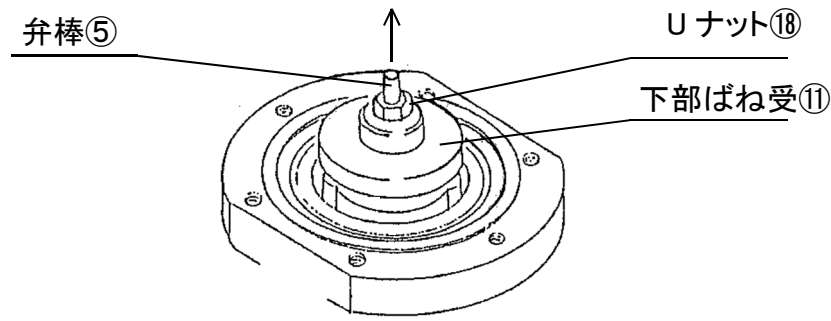
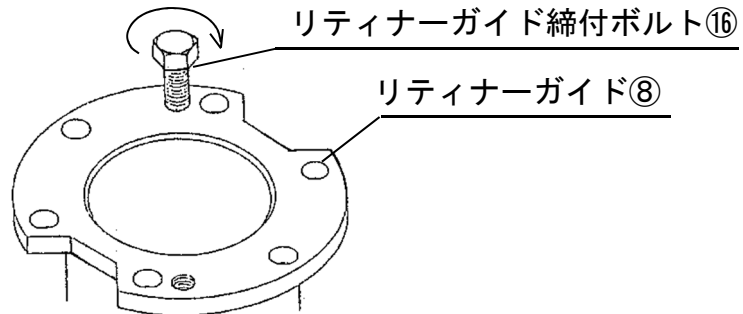

図 13
図 14
- (1) 配管内の圧力を十分に抜き、圧力計で0を確認します。
- (2) ロックナット⑭を少し緩め、調節ねじ⑬を左回転させ、調節ばね⑫を無荷重にします。
- (3) 保護筒②の六角ボルト⑰を取り、保護筒を外し、調節ばね・上部ばね受⑩を取り出します。
- (4) ダイヤフラム⑨は、弁棒⑤の二面巾部分を固定し、Uナット⑱を緩めて取り出します。
- (5) リティナーガイド締付ボルト⑯を緩めて、リティナーガイド⑧を上引き上げますと、一緒にリティナー⑥も取り出せます。リティナーガイドが外しにくい時は、図13・図14の方法にて行ってください。
- (6) 弁棒を上引き上げますと、弁座③も一緒に取り出せます。
- (7) 弁棒の二面巾部分を固定し、弁体締付用 U ナットを緩めて取り出しますと弁体④等が取り外せます。